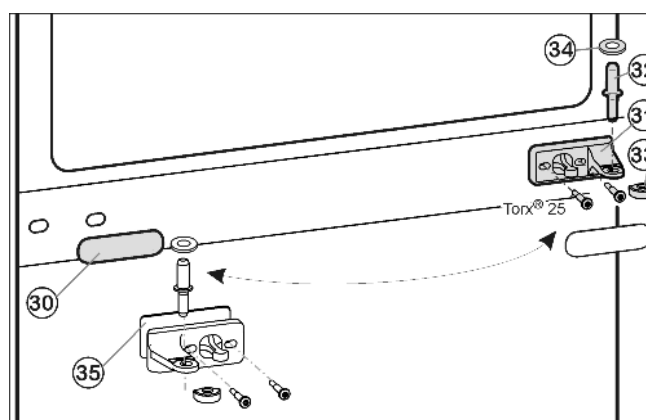
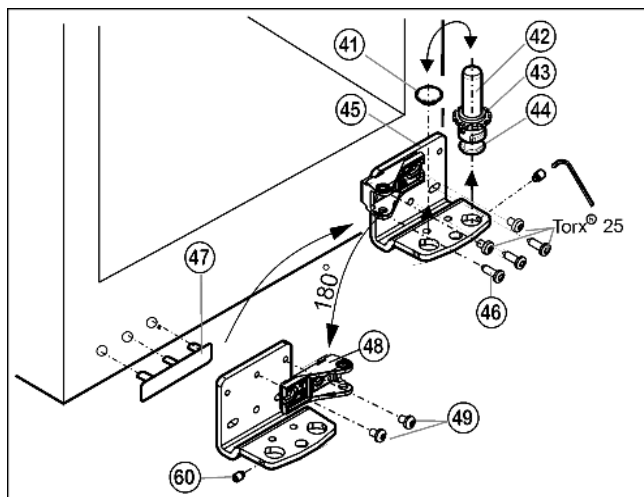

Fig. 11
Fig. 13
- ▶ Middelste lagerbout *Fig. 11 (32)* met schijfje *Fig. 11 (34)* uit de lagerbus en de onderste deur uittrekken.
- ▶ Kunststof kapje *Fig. 11 (33)* afnemen.
- ▶ Middelste lagerbus *Fig. 11 (31)* losschroeven (2 maal Torx® 25).
- ▶ Afdekplaat *Fig. 11 (30)* voorzichtig afhalen.
- ▶ Middelste lagerbus met *Fig. 11 (35)* onderlegschijsje *Fig. 11 (31)* 180° gedraaid aan de nieuwe scharnierkant goed (met 4 Nm) vastschroeven.
- ▶ Afdekplaat *Fig. 11 (30)* 180° gedraaid aan de nieuwe greepzijde weer vastklikken.
- ▶ Borgpen *Fig. 13 (60)* met de meegeleverde inbussleutel ca. 1 omwenteling uitdraaien.
- ▶ Lagerbout *Fig. 13 (42)* compleet met schijfje *Fig. 13 (43)* en stelplaatje *Fig. 13 (44)* naar boven eruit draaien.
- ▶ Stop *Fig. 13 (41)* eraf halen.
- ▶ Lagerbus *Fig. 13 (45)* losschroeven *Fig. 13 (46)*.
- ▶ Borgpen *Fig. 13 (60)* geheel uitdraaien en aan de tegenoverliggende zijde in de lagerbus draaien, tot de pen op één lijn met de lagerbus ligt.
- ▶ Lagerdeel *Fig. 13 (48)* losschroeven en van binnen 180° gedraaid weer goed vastschroeven *Fig. 13 (49)*.
- ▶ Stop *Fig. 13 (41)* weer in het andere gat aanbrengen.
- ▶ Afdekking aan de greepzijde *Fig. 13 (47)* voorzichtig optillen en op de tegenoverliggende zijde plaatsen.
- ▶ Lagerbus *Fig. 13 (45)* aan de nieuwe scharnierzijde evt. met behulp van een accuschroevendraaier weer goed (met 4 Nm) vastschroeven.
- ▶ Lagerbout *Fig. 13 (42)* compleet met schijfje en stelplaatje weer indraaien.
- ▶ Borgpen *Fig. 13 (60)* vastdraaien.
- ▶ Plaats de deur van boven op de lagerbout beneden *Fig. 13 (42)*.
- ▶ Het kunststof kapje *Fig. 11 (33)* weer op de middelste lagerbus *Fig. 11 (31)* zetten.
- ▶ Middelste lagerbout *Fig. 11 (32)* op de nieuwe scharnierzijde in de onderste deur plaatsen door de middelste lagerbus *Fig. 11 (31)*.
- ▶ Schijfje *Fig. 11 (34)* op de middelste lagerbout *Fig. 11 (32)* steken.
- ▶ Bovenste deur op de middelste lagerbout *Fig. 11 (32)* zetten.
- ▶ De deuren eventueel via de beide langsgaten in de onderste lagerbus *Fig. 13 (45)* en middelste lagerbus *Fig. 11 (31)* ten opzichte van de kast uitlijnen. Daartoe middelste schroef in de onderste lagerbus *Fig. 13 (45)* uitdraaien.